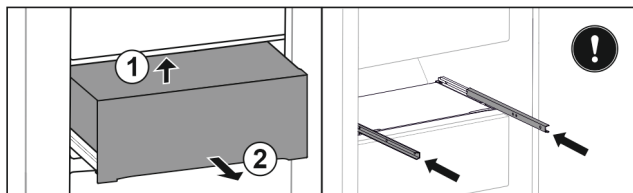

Fig. 117
- Sollevare il cassetto dal basso sul lato posteriore. Fig. 117 (1)
- Rimuovere il cassetto tirandolo in avanti. Fig. 117 (2)